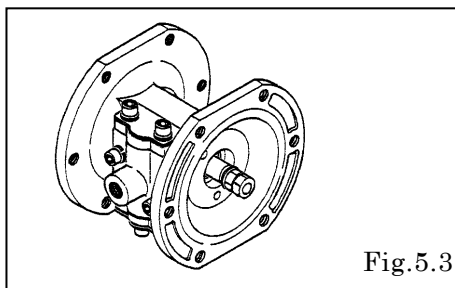

Fig.5.3
- ・ダブルナットを使用して反対側のナットを外し、センターディスク、ダイアフラムを外す。〔Fig.5.3〕